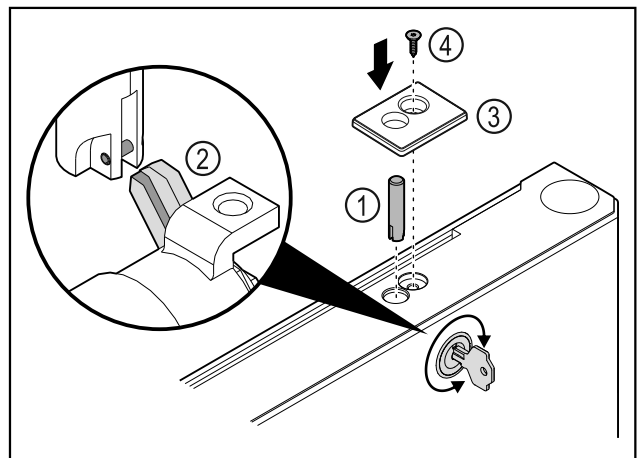

Fig. 46
- ▶ Вставити палець замка Fig. 46 (1).
- ▶ Трохи повернути замок, щоб палець замка Fig. 46 (2) зафіксувався в щілині замка.
- ▶ Вставте кришку Fig. 46 (3).
- ▶ Вставити гвинт Fig. 46 (4).